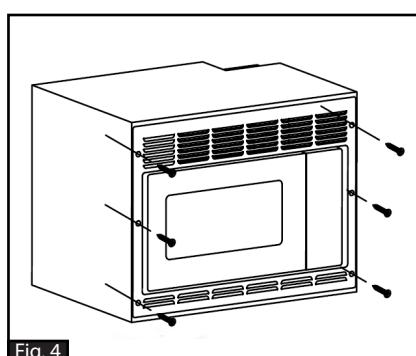

Fig. 4
5. Fixer le four à micro-ondes à l'armoire à l'aide de 6 vis M3 x 25 mm (Fig. 4).